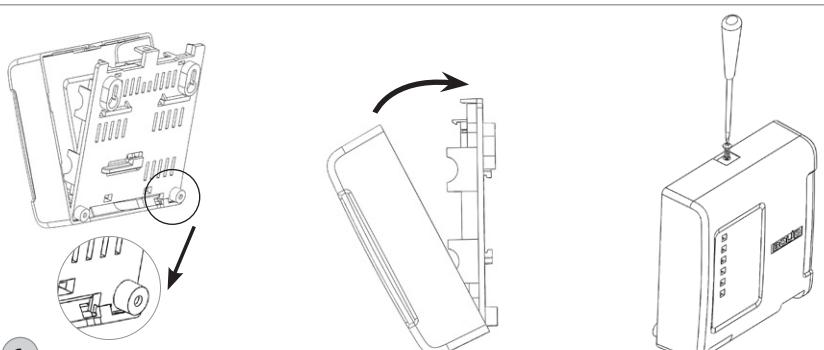

Рисунок 34. Порядок установки крышки прибора
1.6. Установите крышку прибора в порядке, указанном на рис. 34
- 2.5. Установите крышку прибора в порядке, указанном на рис. 34.